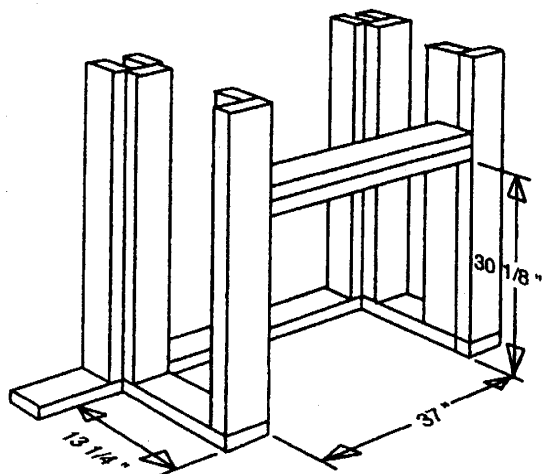

FIGURE 3
4. Servez-vous des montants du mur pour cadrer une ouverture de 37 po (94 cm) de largeur x 30 1/8 po (77 cm) de hauteur x 13 1/4 po (34 cm) de profondeur. (Reportez-vous à la FIGURE 3 à titre d'exemple.)